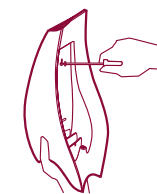

Fig. 5
- Sätt i expansionspluggarna i väggen och skruva fast laddningshållaren med skruvarna. (fig. 5)